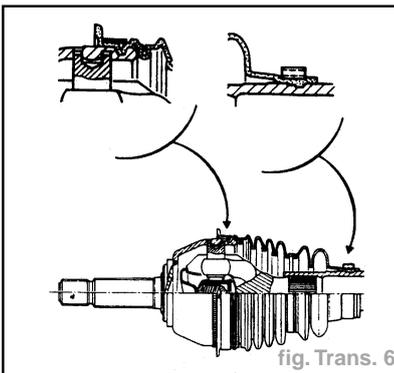

fig. Trans. 6
- Position des talons du soufflet montés (fig. Trans. 6).